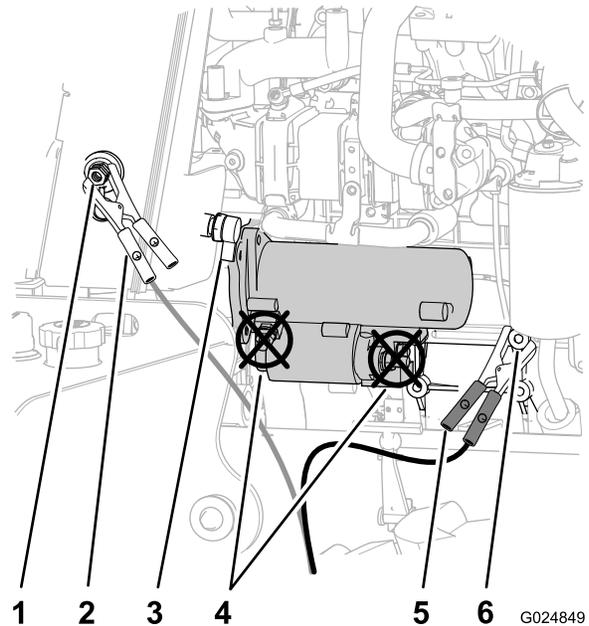

Figure 78
4. Retirez le capuchon de la borne de la batterie déchargée (Figure 78).
5. Branchez le câble de démarrage positif (+) à la borne de démarrage de secours (Figure 78).
6. Branchez le câble de démarrage négatif (-) à un point de masse, tel qu'un écrou au point de pivotement de l'alternateur (Figure 78).